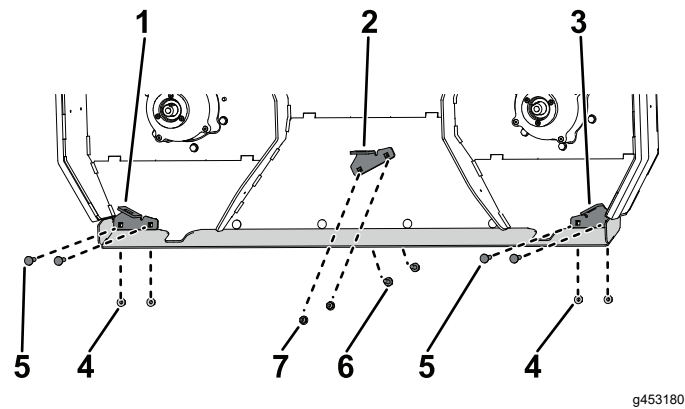

Figura 13
2. Fissate i supporti del deflettore destro e sinistro alla staffa del deflettore e al piatto di taglio del tosaerba utilizzando 4 bulloni a testa tonda (5/16" x 1 1/4") e 4 dadi flangiati (5/16") come illustrato nella Figura 13.
3. Fissate il supporto del deflettore centrale al piatto di taglio del tosaerba utilizzando 2 bulloni flangiati a testa esagonale (5/16" x 3/4") e 2 dadi flangiati (5/16"), come illustrato nella Figura 13.